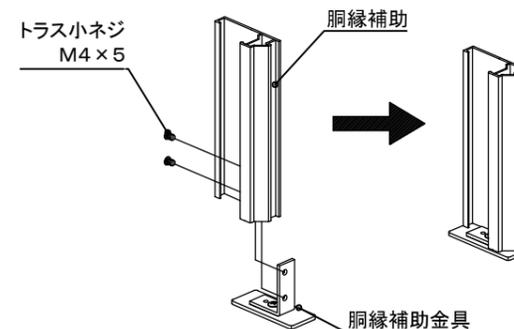

図6. 胴縁補助金具の取付
取付方向に注意して、胴縁補助の下端部に胴縁補助金具をネジで固定してください(図6)
- 製品本体の取付を左からおこなう場合は、胴縁補助金具を図6の絵とは上下逆の位置に取り付けてください。